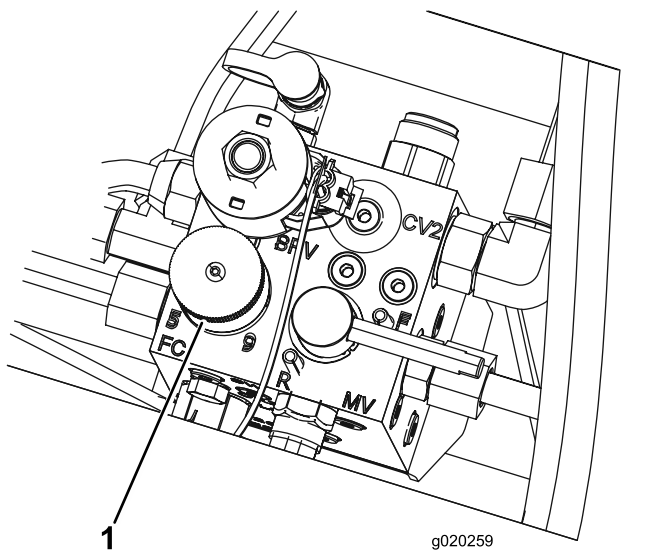

図 43
- 刈り込みマニホルドのノブ図 43を回して、インジケータ矢印を、ステップ 3で求めた番号に合わせる。